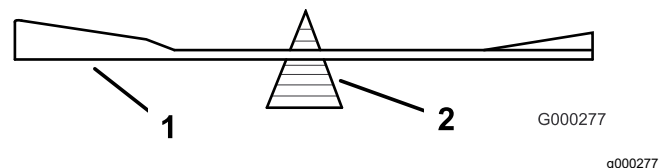
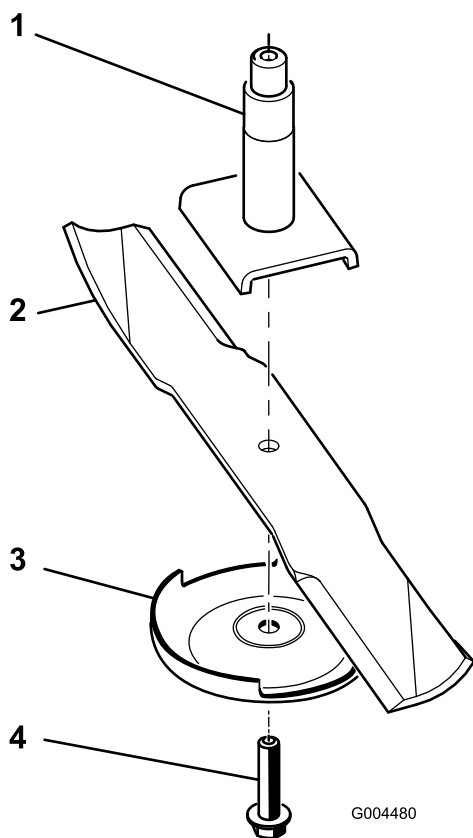

图 24
图 25
4. 卸掉刀片螺栓、防刮板并从铰轴上取下刀片请参阅 安装刀片 (页码 17) 中的图 25。
2. 将刀片放到刀片平衡器上来检查刀片的平衡图 24。如果刀片能够保留在水平位置则证明刀片是平衡的且可以使用。如果刀片不平衡可仅在刀翼区一端研磨掉部分金属图 25。重复此程序直至刀片达到平衡。
1. 把刀片安装到铰轴上图 25。
2. 安装防刮板和刀片螺栓图 25。